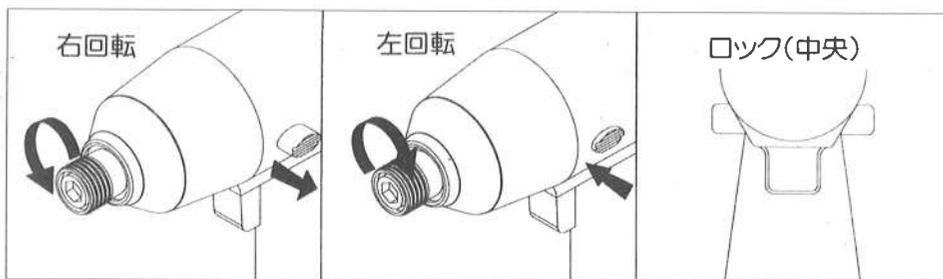

図6
- ご使用前に回転方向を確認して正逆スイッチの位置を調整して下さい。正逆スイッチの \curvearrowright 側を押しますと右回転、 \curvearrowleft 側を押すと左回転します。(図6参照)